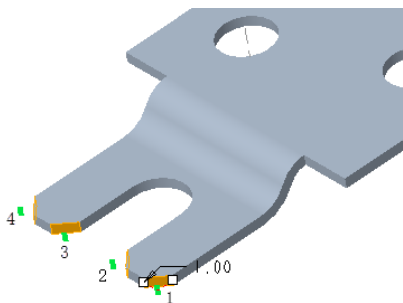

图 6-165 选择要倒角的边参考
(1) 在功能区的“模型”选项卡中单击“工程”→“倒角”旁的 (三角箭头) 按钮→ (边倒角) 按钮, 打开“边倒角”选项卡。
(2) 设置边倒角的标注形式选项为“D×D”, 并设置 D 值为“1”。
(3) 结合〈Ctrl〉键选择图 6-165 所示的 4 个边参考对象。